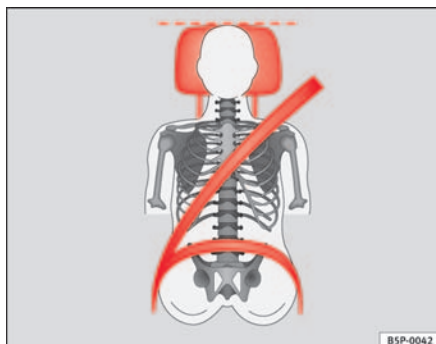
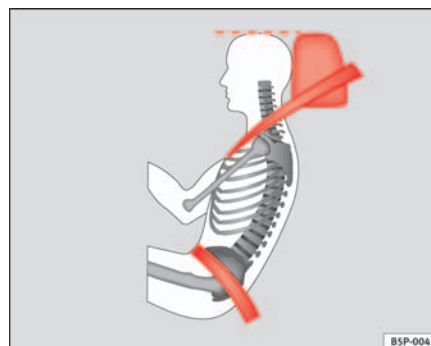

Fig. 90 Visto de frente: apoyacabezas y cinturón ajustados correctamente
Fig. 91 Visto de lado: apoyacabezas y cinturón ajustados correctamente
- Ajuste el apoyacabezas de modo que el borde superior del mismo quede a la misma altura que la parte superior de la cabeza, como mínimo a la altura de los ojos. ⇒ **fig. 90** y ⇒ **fig. 91**.